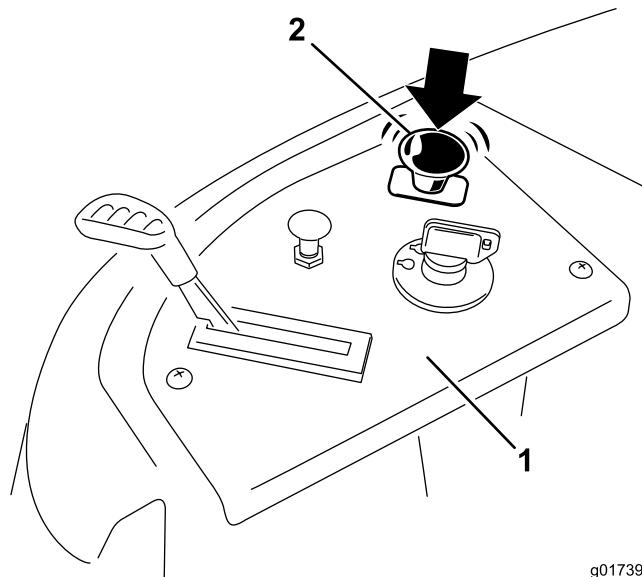

Bild 17
Drücken Sie den Zapfwellenantriebsschalter nach unten, um ihn in die Aus-Stellung zu bringen und kuppeln Sie die Messer aus (Bild 17).
1. Stellen Sie den Zapfwellenantriebsschalter in die Aus-Stellung, um die Messer auszukuppeln (Bild 17).